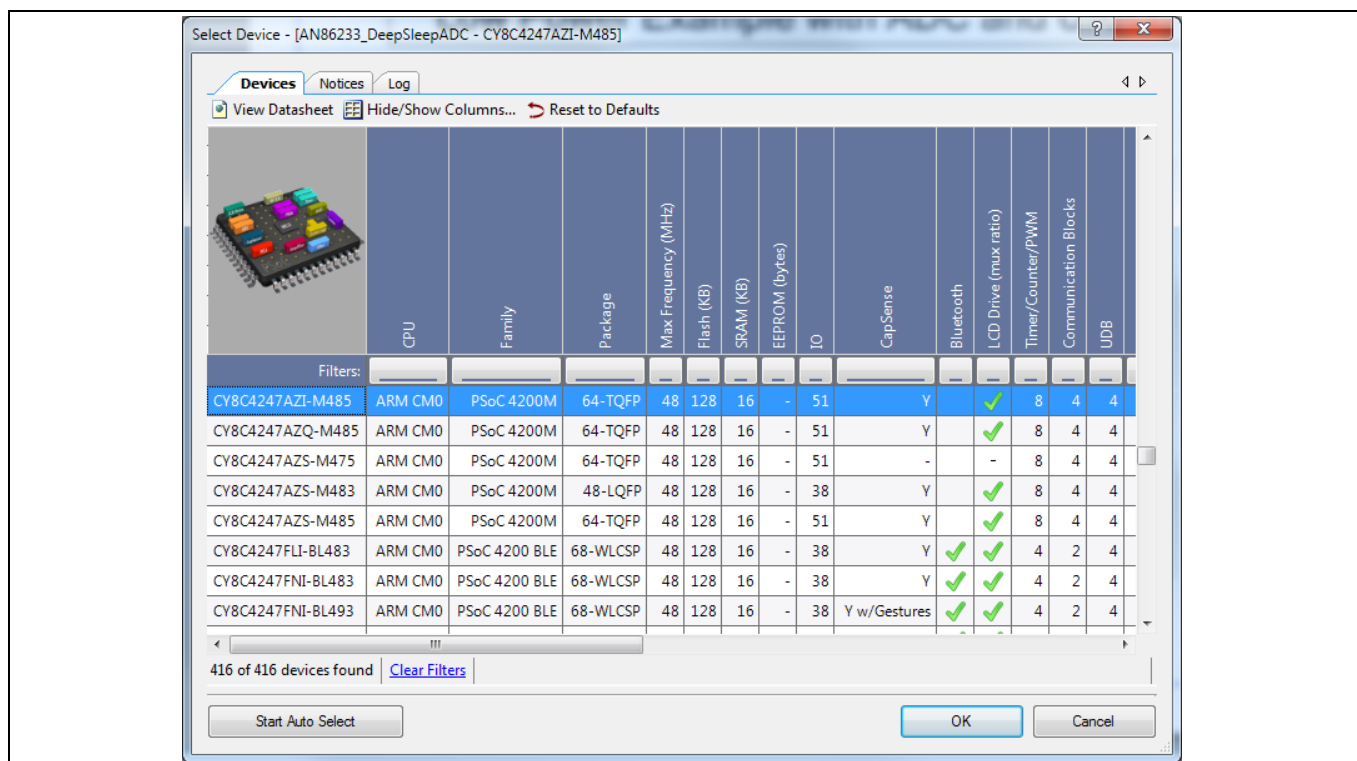

Figure 12 Device Selector ウィンドウ
3. Figure 12 に示すように、表示されるポップアップメニューから適切なデバイスを選択します。
デバイスの消費電力モードを変更するには、オンボードボタンを 2 秒以上押して、デバイスをディープスリープ状態にします。デバイスをスリープモードに切り替えるには、200 ミリ秒から 2 秒の間にボタンを押します。これにより、デバイスで消費電力モードを簡単に切り替えて、比較できるようになります。モードを切り替える方法については、Figure 12 を参照してください。